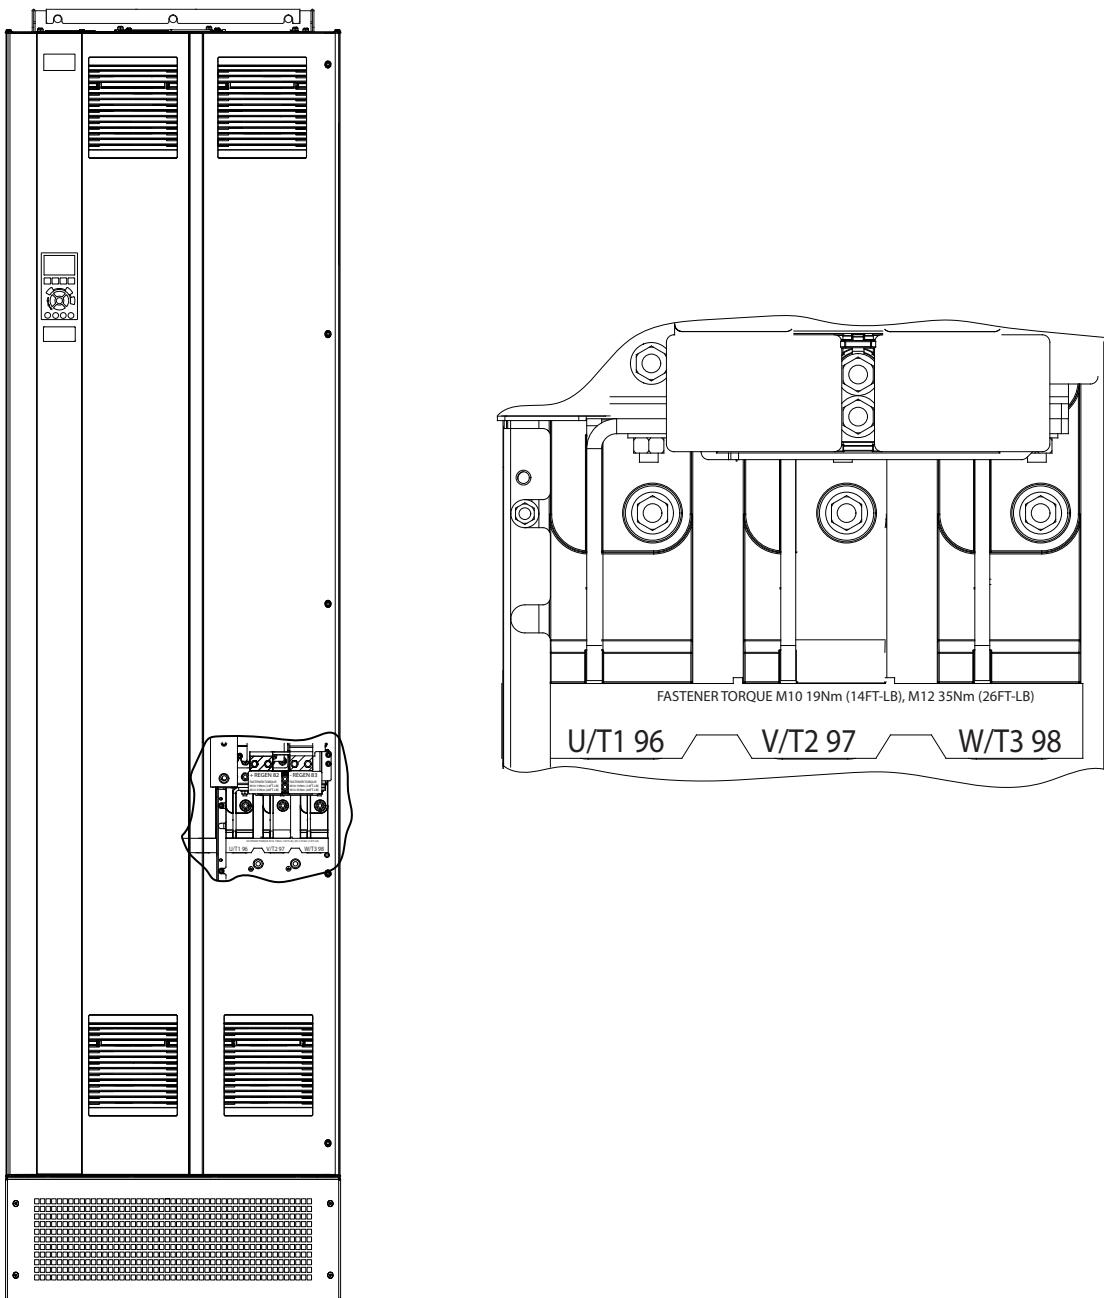

Рисунок 5.3 Клеммы подключения двигателя пер. тока (показан корпус E1h) Детальный вид расположения клемм см. в глава 5.7 Размеры клемм
4. Подключите проводку трехфазного двигателя к клеммам 96 (U), 97 (V) и 98 (W), см. Рисунок 5.3.